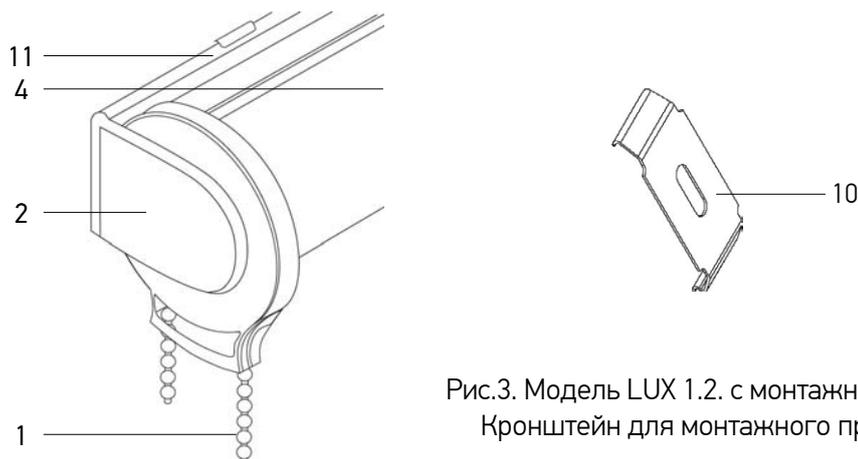

Рис.3. Модель LUX 1.2. с монтажным профилем.
- 2.1. Разметить предполагаемые места крепления кронштейнов (10), (рис.3). При установке на стену кронштейны должны быть выровнены горизонтально по уровню. Если крепление осуществляется к потолку, кирпичной или бетонной стене, то необходимо использовать дюбели*. Кронштейны должны располагаться на одной линии, горизонтально по уровню. Крайние кронштейны (10) должны быть установлены максимально близко к краям.